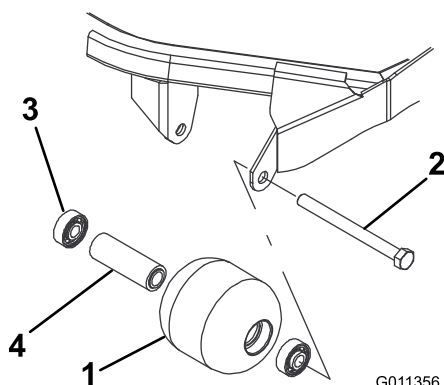

Figura 97
1. Rimuovete il bullone di montaggio del rullo (Figura 97).
4. Verificate la presenza di eventuali danni sull'alloggiamento, sui cuscinetti e sul distanziale del cuscinetto del rullo (Figura 97). Sostituite tutti i componenti danneggiati e procedete con il loro montaggio.
1. Montate il primo cuscinetto premendolo nell'alloggiamento all'interno del rullo (Figura 97). Premete soltanto sulla pista esterna o, in misura uguale, sulla pista interna ed esterna.
2. Inserite il distanziale (Figura 97).
3. Montate il secondo cuscinetto premendolo nell'alloggiamento all'interno del rullo (Figura 97). Premete in misura uguale sulla pista interna ed esterna, fino a quando la pista interna non tocca il distanziale.